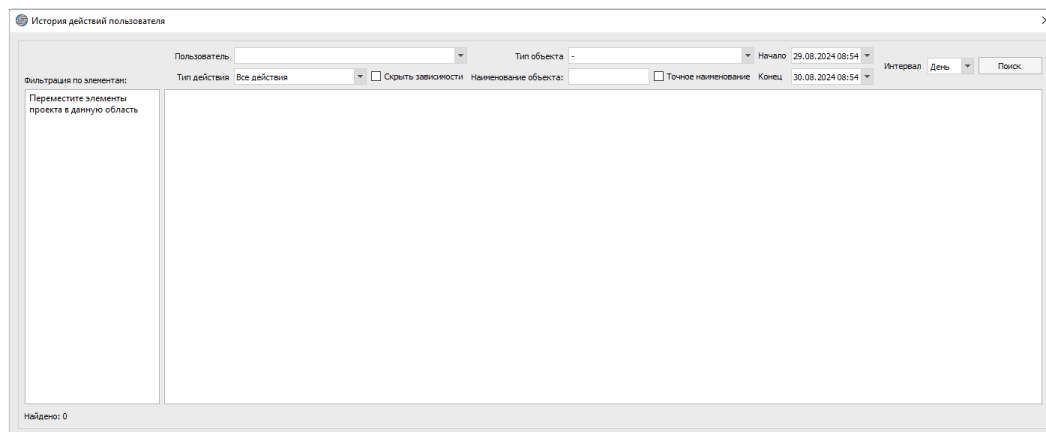

Рисунок 87. Окно «История действий пользователя»
- Выбрать период, за который необходимо отобразить действия пользователя, указав начальные и конечные даты и время в полях «Начало» и «Конец». По умолчанию временным интервалом поиска указываются сутки от текущей даты и времени, но временной интервал можно выбрать в поле «Интервал» из выпадающего списка: час, день, неделя, месяц, год. Концом интервала по умолчанию будут текущие дата и время (см. рисунок 87);